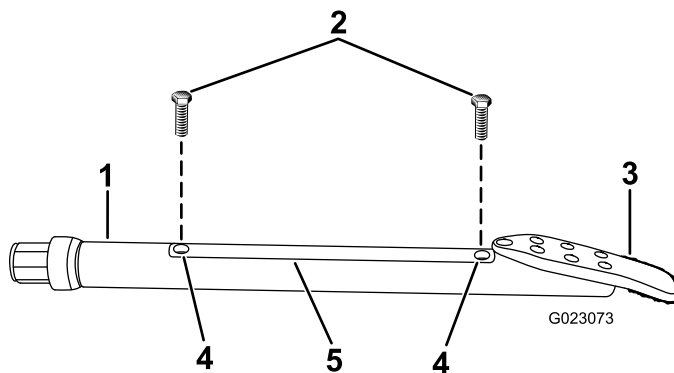

Figura 38
2. Solte os parafusos de fixação da tampa do alojamento e retire a tampa (Figura 38).
4. Instale a tampa do alojamento e fixe-a com os parafusos (Figura 38).